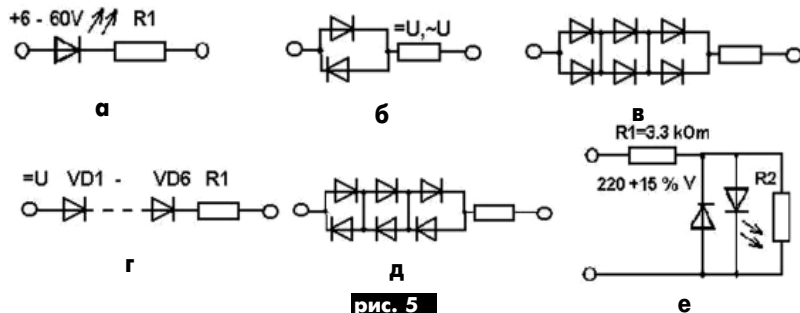

рис. 5
Схема включения однополярной лампы КИПД43 (52) показана на рис.5,а, биполярной КИПД43 - на рис.5,б, параллельной КИПМ23 - на рис.5,в, г, КИПМ24 - на рис.5,д, КИПД51 - на рис.5,е.